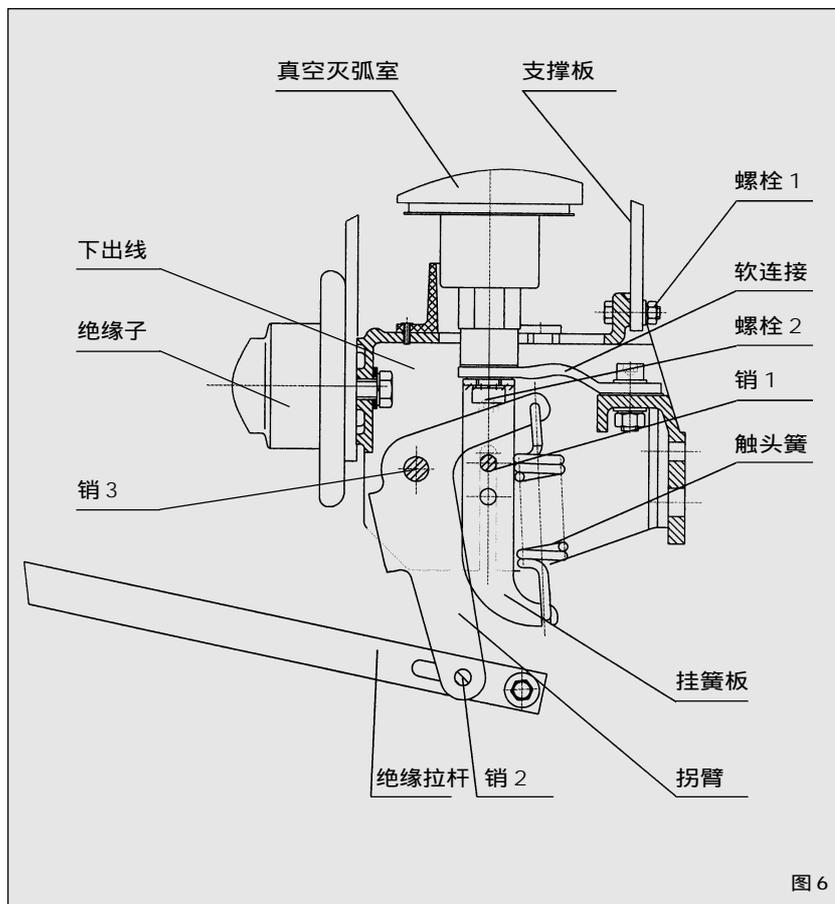

图 6
- (2) 先卸下触头簧,再卸下绝缘拉杆与拐臂连接的轴销 2 及挂簧板上的轴销 1 并且卸下拐臂上的轴销 3,然后卸下挂簧板与动导电杆连接的螺栓 2,最后双手握住灭弧室往上提即可卸下。(见图 6)
- (3) 将新灭弧室导电杆擦干净后涂上工业凡士林。
- (4) 双手握紧新灭弧室装入定位套中。
- (5) 装上上出线,注意三相垂直及水平位置不超过 1mm,拧紧各部位螺栓。
- (6) 装上轴销。
- (7) 拧紧软连接螺栓。